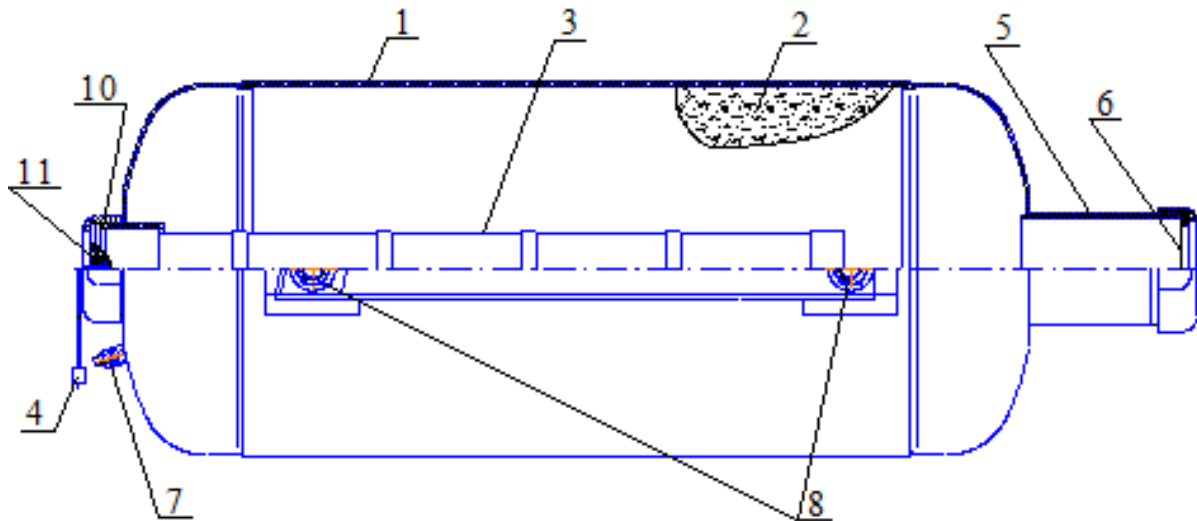
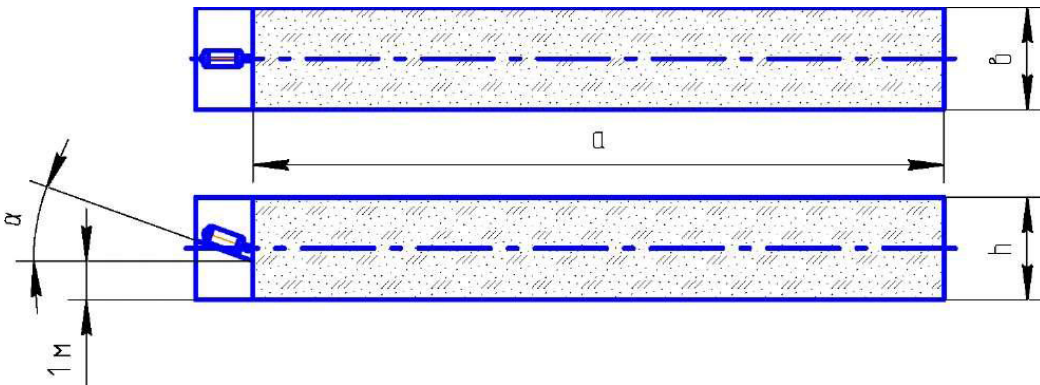
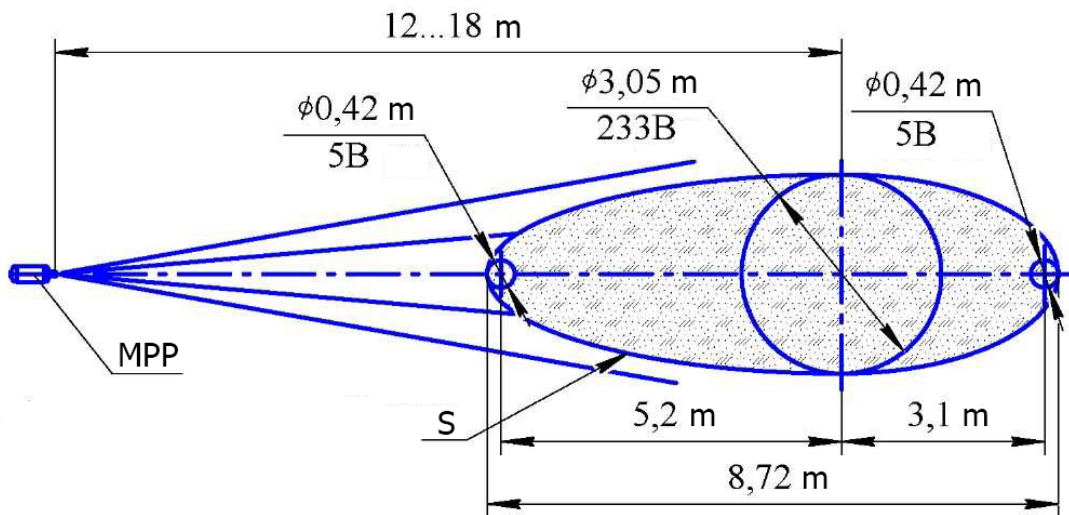

Bild 1
Bild 2
Bild 4. Flächenskizze der Schutzfläche bei der Löschung lokaler Brände
4.2.1 MPH (Bild 1. und Bild 2.) besteht aus dem Druckkörper 1, der folgendes beinhaltet : Löschpulver (HP) 2 und Kaltgasgenerator (GSP) 3 mit Elektrozünder 4. In der vorderen Seite der Haube befindet sich der Zerstäubereinsatz 5, sowie die Ausgangsöffnung, die mit einer Membrane abschließt 6. Das Modul ist ausgerüstet mit einer Erdungsklemme 7. Der obere Teil des MPH ist ausgerüstet mit einem Halter 8.
4.3.3 Nach erhaltenem Elektroimpuls auf den elektrischen Ausgangsschalter 4GSP 3 (Bild 1,2) wird der Gasgenerator aktiviert und erzeugt ein Kaltgas das das Innere des Behälters unter Druck setzt. Sobald der nötige Druck vorhanden ist, öffnet die Membrane 6 und das Löschpulver tritt durch den Zerstäuber 5 aus dem Modul aus.
6.2 Die Aufhängung 8 kann unter der Decke (Bild 1) oder die Aufhängung 9 (Bild 2) kann an der Wand angebracht werden. Bitte markieren Sie die Stellen für die Befestigung der Aufhängung wie auf dem (Bild 3) und an der Wand gem. (Bild 4) dargestellt.